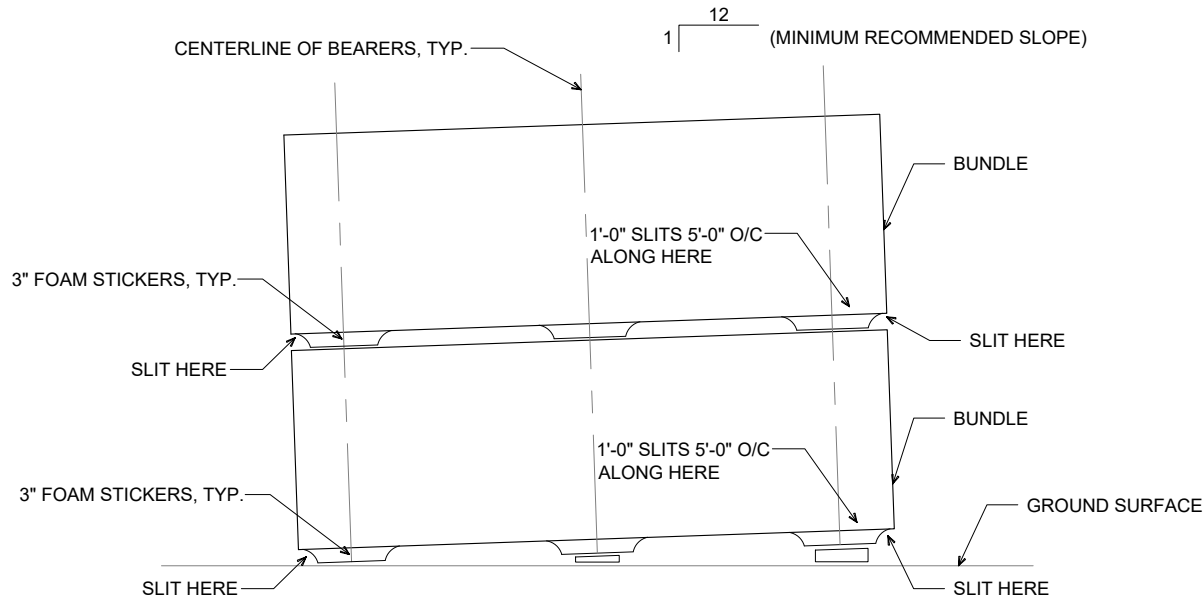

FIGURE 3
- 5.3 IF THE BUNDLES CANNOT BE STORED IN A COVERED LOCATION, IT IS NECESSARY TO CUT THE OUTSIDE PLASTIC WRAPPING AND ARRANGE THE BUNDLES SUCH THAT THEY ARE INCLINED AT A (MINIMUM) 1:12 SLOPE SO THAT WATER DOES NOT ACCUMULATE, AND MOISTURE BUILD UP BETWEEN PANELS IS AVOIDED. THE CONTINUOUS CUT SHOULD BE MADE ALONG THE WIDTH OF THE BUNDLE; CUT 1'-0" SLITS 5'-0" O/C ALONG THE LENGTH OF THE BUNDLE (SEE FIGURE 3, BELOW). DO NOT STORE FOR LONGER THAN 30 DAYS. MOISTURE BETWEEN PANELS CAN CAUSE CORROSION AND OXIDATION OF PAINTED SURFACES REFERRED TO AS "WET STACK".
- 5.4 BUNDLES SHOULD BE STACKED NO MORE THAN TWO HIGH. THE FOAM STICKERS ON THE UPPER BUNDLE SHOULD BE LOCATED IN LINE WITH THE FOAM STICKERS ON THE LOWER BUNDLE (SEE FIGURE 3, BELOW).